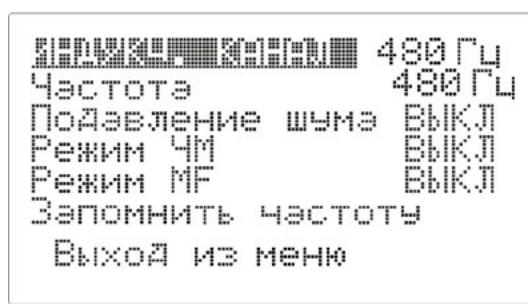

Рисунок 6
4.6.5. Для задания необходимых параметров каналов «480», «1К», «10К» войти в экран меню – левый энкодер – вращение по часовой стрелке с одновременным нажатием. Экран меню **Рис. 6**.